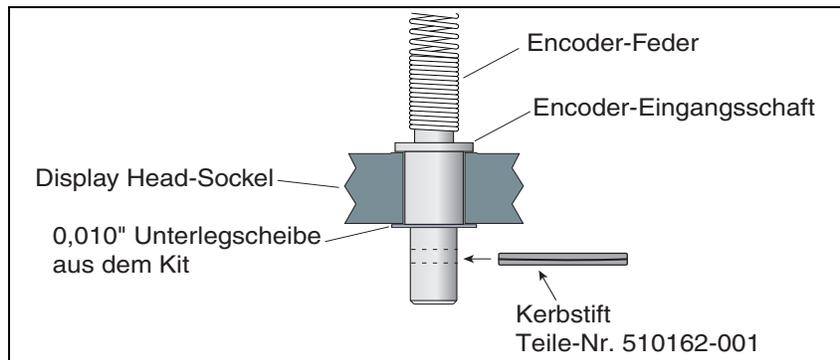

Abbildung B-4. Sichern des Encoder-Eingangsschafts im Display Head-Sockel
- Setzen Sie den Kerbstift aus dem Kit von der Unterseite des Display Head aus in die Bohrung des Eingangsschafts ein, um diesen im Sockel der Einheit zu sichern (Abbildung B-4).